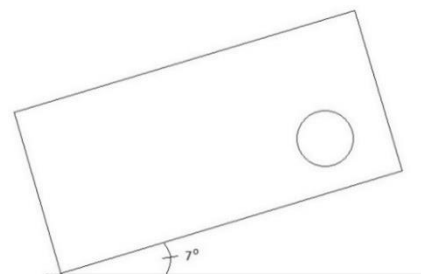

Abb. 7: Schematische Darstellung der korrekten Neigung des Entfeuchters.
4. Der Entfeuchter muss um mindestens 3° und maximal 15° geneigt aufgestellt werden, damit das Wasser durch den Ablauf fließen kann. Abbildung 7 zeigt ein Beispiel für die Aufstellung.